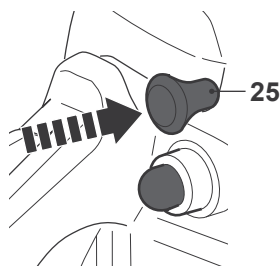

Fig. 27a
- > Repousser le levier de starter [25] vers l'avant (Fig. 27a).